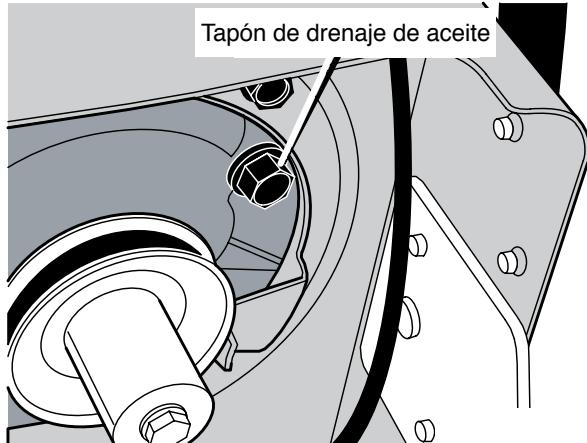

Figura 11
**Nota:** Consultar la figura 11 al seguir los pasos siguientes:
3. Insertar una palangana bajo la segadora, debajo del tapón del drenaje del aceite. (Véase la figura 11)